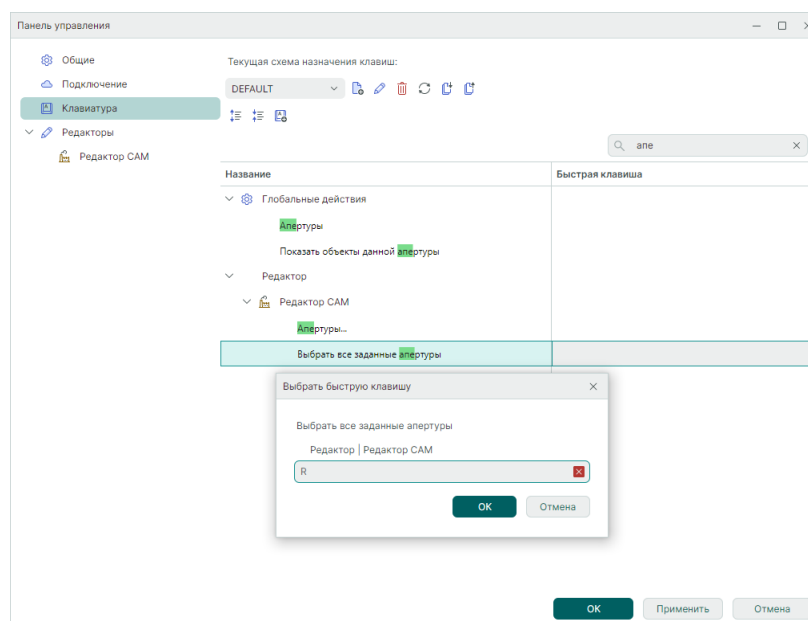

Рис. 70 Выбор быстрой клавиши
3. На экране отобразится окно «Выбрать быструю клавишу». Нажмите на клавиатуре клавишу (или комбинацию клавиш), см. Рис. 70. Нажмите «ОК».